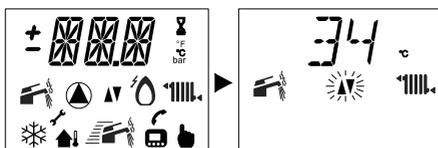

Рисунок 8.5
- Включите электропитание котла: на ЖК-дисплее последовательно отобразятся следующие символы (см. Рисунок 8.5).